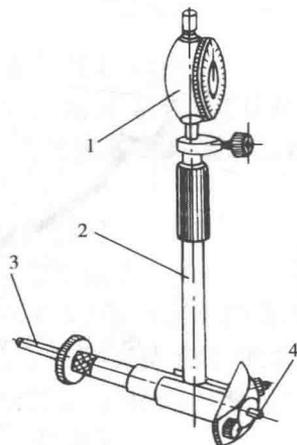

图 1-17 内径百分表
②百分表读数方法:大指针顺时针转,测量尺寸增大,反之减小。先读小指针转过的刻度线(即毫米整数),再读大指针转过的刻度线(即小数部分),并乘以 0.01 ,然后两者相加,即得到所测量的数值。
(2) 内径百分表:内径百分表配上成套的可调测量头和连接杆,使用前进行组合和校对,就可以测量工件内孔(内表面)的精度,如图 1-17 所示。组合时,将百分表装入连接杆内,使小指针在 $0\sim 1$ 的位置,长针和连接杆轴线重合。